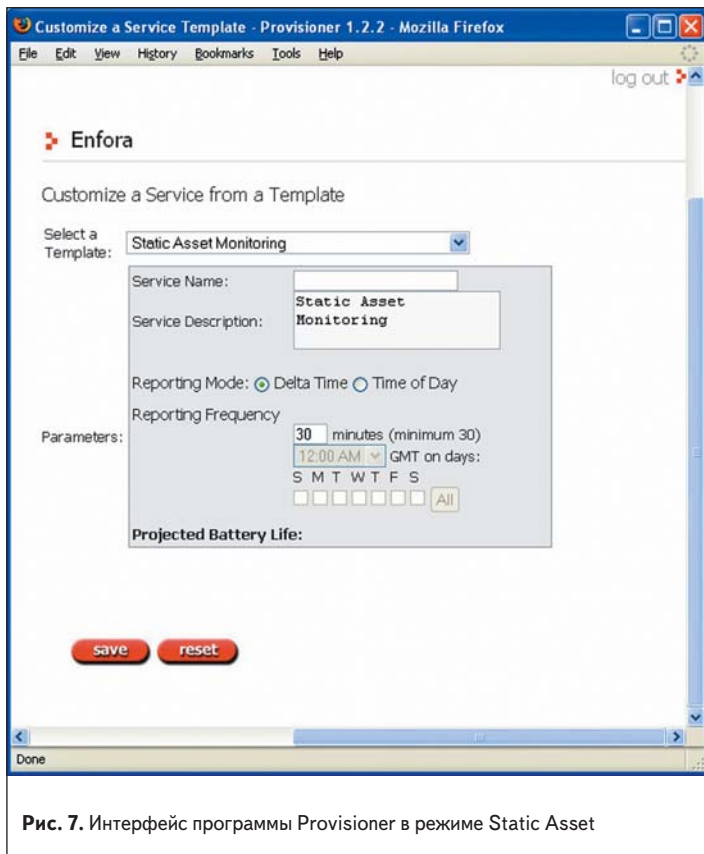

Рис. 7. Интерфейс программы Provisioner в режиме Static Asset
- В режиме Static Asset модем посылает сообщения о своем состоянии в определенные дни и часы, по заранее заданному календарному графику (рис. 7).